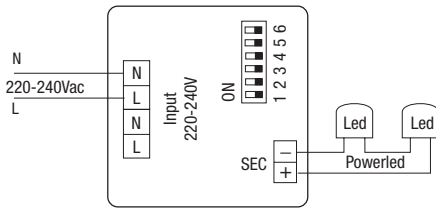

Fig. 2 - RN9167 - RN9167/BI - Réglage avec signal 0-10Vdc - Einstellung mit Signal 0-10Vdc
- A - Fonction 0÷10Vdc (S10)** - DIM34... (R) - Fig. 2 - Via signal de contrôle 0÷10Vdc
- A - Funktion 0÷10Vdc (S10)** - DIM34... (R) - Abb. 2 - Mittels Kontrollsignal 0÷10Vdc